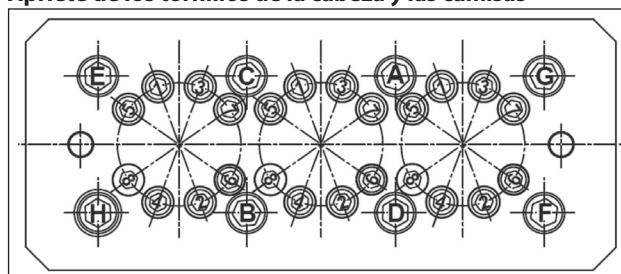

Fig. 54
- ** Los tornillos de fijación del cabezal deben ser ajustados respetando las secuencias y el orden indicado en el esquema de la Fig. 54.
- *** Los tornillos de fijación de las camisas deben ser ajustados respetando las secuencias y el orden indicado en el esquema de la Fig. 54.